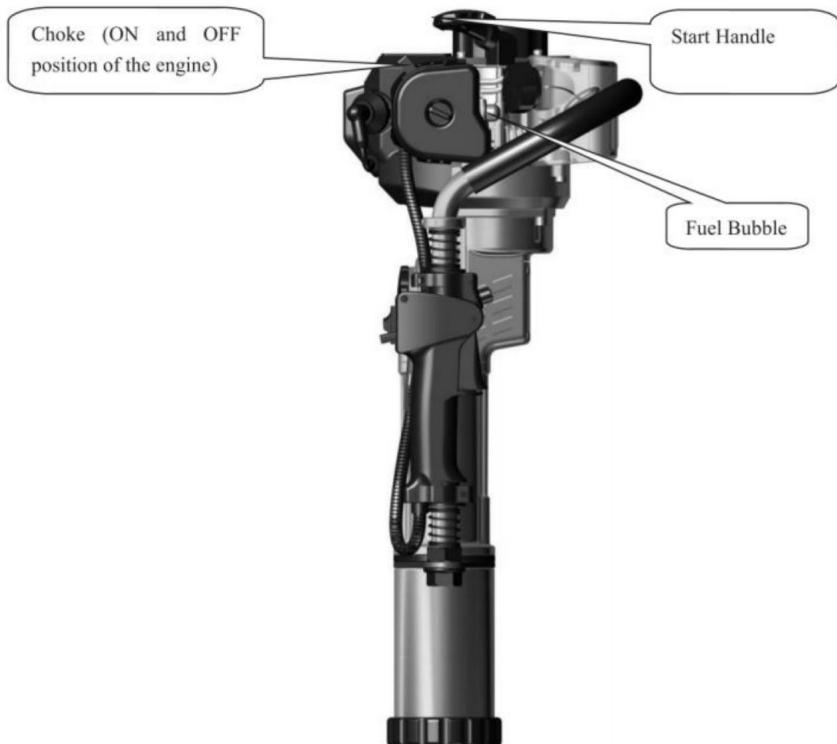

Fig 4
Drücken Sie vor dem Starten der neuen Maschine wiederholt auf die transparente, halbrunde Kraftstoffblase (Abb. 4), bis der Vergaser mit Kraftstoff gefüllt ist. (Wenn der Motor abgekühlt ist, schließen Sie die Luftklappe. Öffnen Sie die Luftklappe nach dem Starten.)
5.2 Die Maschine gemäß Abb.4 aufrecht stellen. Den oberen Teil der mit einer Hand fest am Griff, während die andere den Zuggriff des Starter über 50cm schnell. Lassen Sie den Zuggriff nicht frei zurückgehen in wiederholtes Ziehen, aber halten Sie es fest, um Verletzungen durch schnelles Widerstandsfähigkeit.